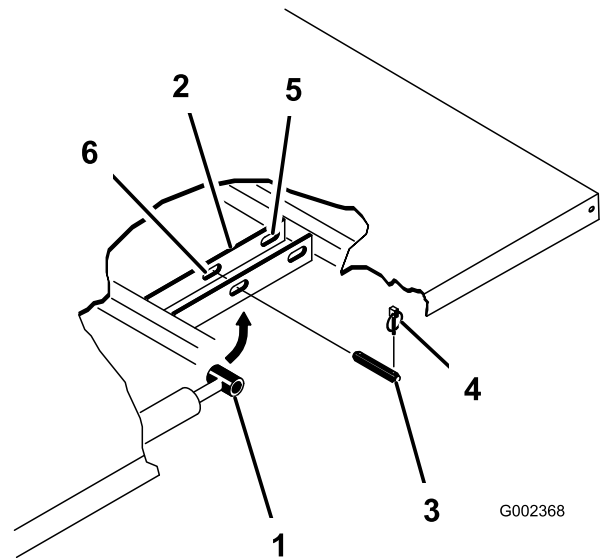

Bild 35
2. Nehmen Sie die Klappstecker von den äußeren Enden der Lastösenbolzen der Zylinderstange (Bild 35) ab.